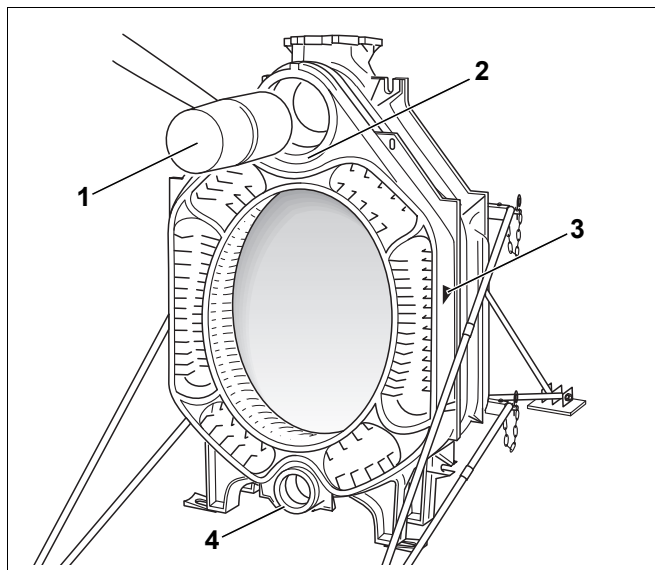

Bild 18 Mittelglied anschlagen
- Mittelglied mit der oberen und unteren Nabe (Bild 18, **Pos. 2** und **4**) auf die Nippel im Hinterglied setzen, wobei der Einbaurichtungspfeil (Bild 18, **Pos. 3**) nach hinten zeigen muss.
- Erstes Mittelglied mit einem Holz- oder Hartgummihammer (Bild 18, **Pos. 1**) an das Hinterglied anschlagen.